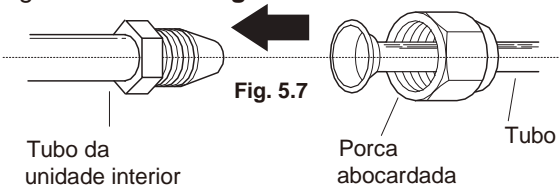

Fig. 5.7
1. Alinhe o centro dos dois tubos que irá ligar. Consulte a Fig. 5.7.